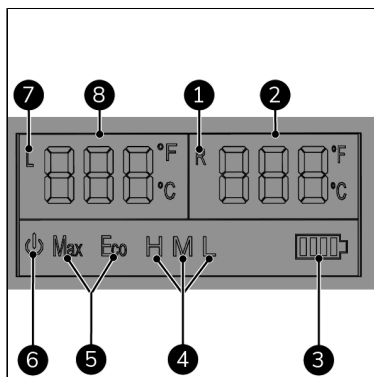

Figure 33.
- La température correspond à la température réglée ou actuelle dans le compartiment réfrigérant (Figure 33, pos. 8) ou le compartiment congélateur (Figure 33, pos. 2) (Celsius ou Fahrenheit).
- La batterie (Figure 33, pos. 3) correspond à l'état de la batterie du véhicule.
- La protection de batterie (Figure 33, pos. 4) correspond au mode de protection de batterie actuellement sélectionné (haut, moyen ou bas).
- La capacité de refroidissement (Figure 33, pos. 5) correspond à la capacité de refroidissement (MAX or ECO).
- ON/OFF (Figure 33, pos. 6) indique si l'appareil est allumé ou éteint.
- L (Figure 33, pos. 7) et/ou R (Figure 33, pos. 1) clignotent ; l'unité refroidit.
Lorsque l'appareil est connecté à l'alimentation électrique, le témoin lumineux ON/OFF (Figure 33, pos. 6) est allumé.